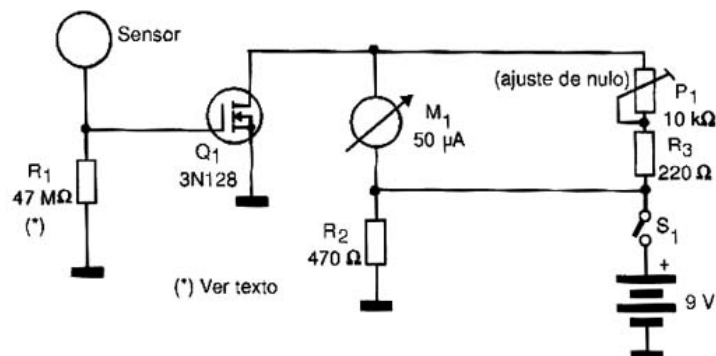

Figura 9: Circuito do eletroscópio.
- **ELETROSCÓPIO:** O circuito mostrado na figura 9 é de um simples eletroscópio eletrônico que pode ser usado com vantagem nas aulas de física substituindo o tradicional eletroscópio de folhas de ouro.